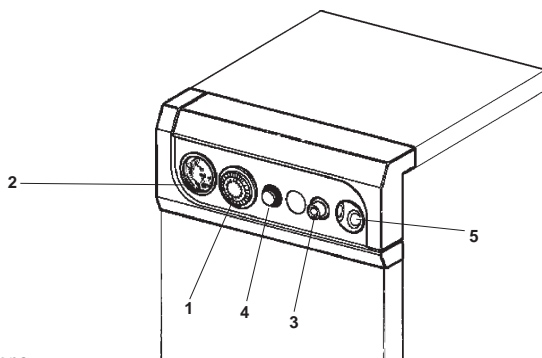

Рис. 1
#### Предохранительный термостат с ручной настройкой 3 (рис. 1)
#### Регулирующий термостат котла 5 (рис.1)
- 2) Установите на термостате 5 (см. рис.1) желаемую температуру.
- 3) Включите котел в сеть и нажмите выключатель 4 (рис. 1) на шитке управления.
Для кратковременного выключения котла достаточно нажать выключатель 4 (рис. 1) на командной панели.